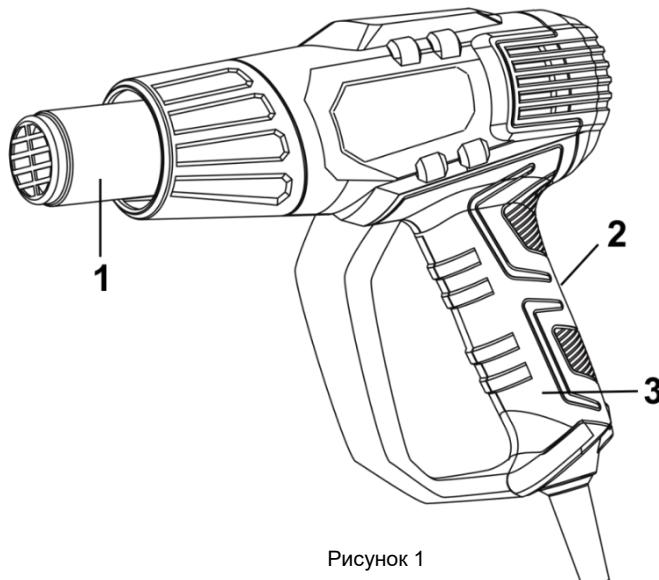

Рисунок 1
2.2.1 Конструкція виробу вміщена в корпус з термостійкого пластику і складається з наступних основних частин: нагрівального блоку в складі нагрівального елементу спірального типу в термоізоляючому кожуху з вихідним сталевим соплом нагрітого повітря (1); компресорного блоку у складі колекторного двигуна змінного струму з відцентровим повітряним компресором; перемикач/вимикач температурних режимів (2), – згідно рис.1. Корпус обладнаний рукояткою (3) з торцевою опорою для міжопераційного зберігання або роботи сопломверх. Електрична частина виробу складається з колекторного однофазного електродвигуна змінного струму, перемикача електроstromu, електронного блоку управління з регулятором температури, з'єднувальних проводів і мережевого шнура. Захист від ураження електричним струмом користувача у виробі відповідає класу II за ДСТУ EN 61140:2015.